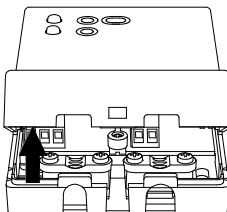

Fig. 3
- 3 Drej kabellåget og fjern det helt (Fig. 3).
- 9 Placer kabellåget på bunden og drej det mod bunden. Skub kabellåget, indtil lukkeanordningen i form af en lille plastikkant hopper ind i hullet på den nederste side af kabellåget (Fig. 3)